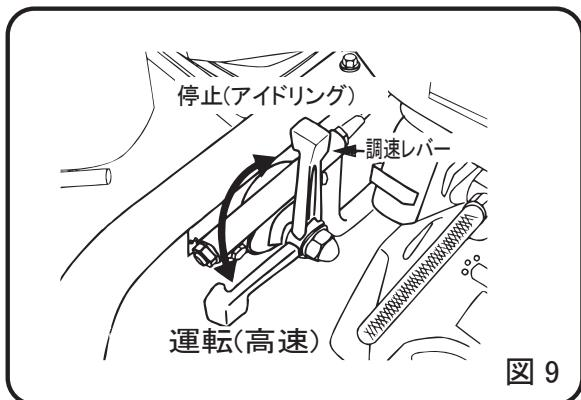

図9
- 1 調速レバーをアイドリングから運転の位置へ開きまると（図9）タンピングランマーが作動を始めます。この操作をゆっくり行いますと作動が不規則になり、クラッチ、バネ、フートを痛めます。